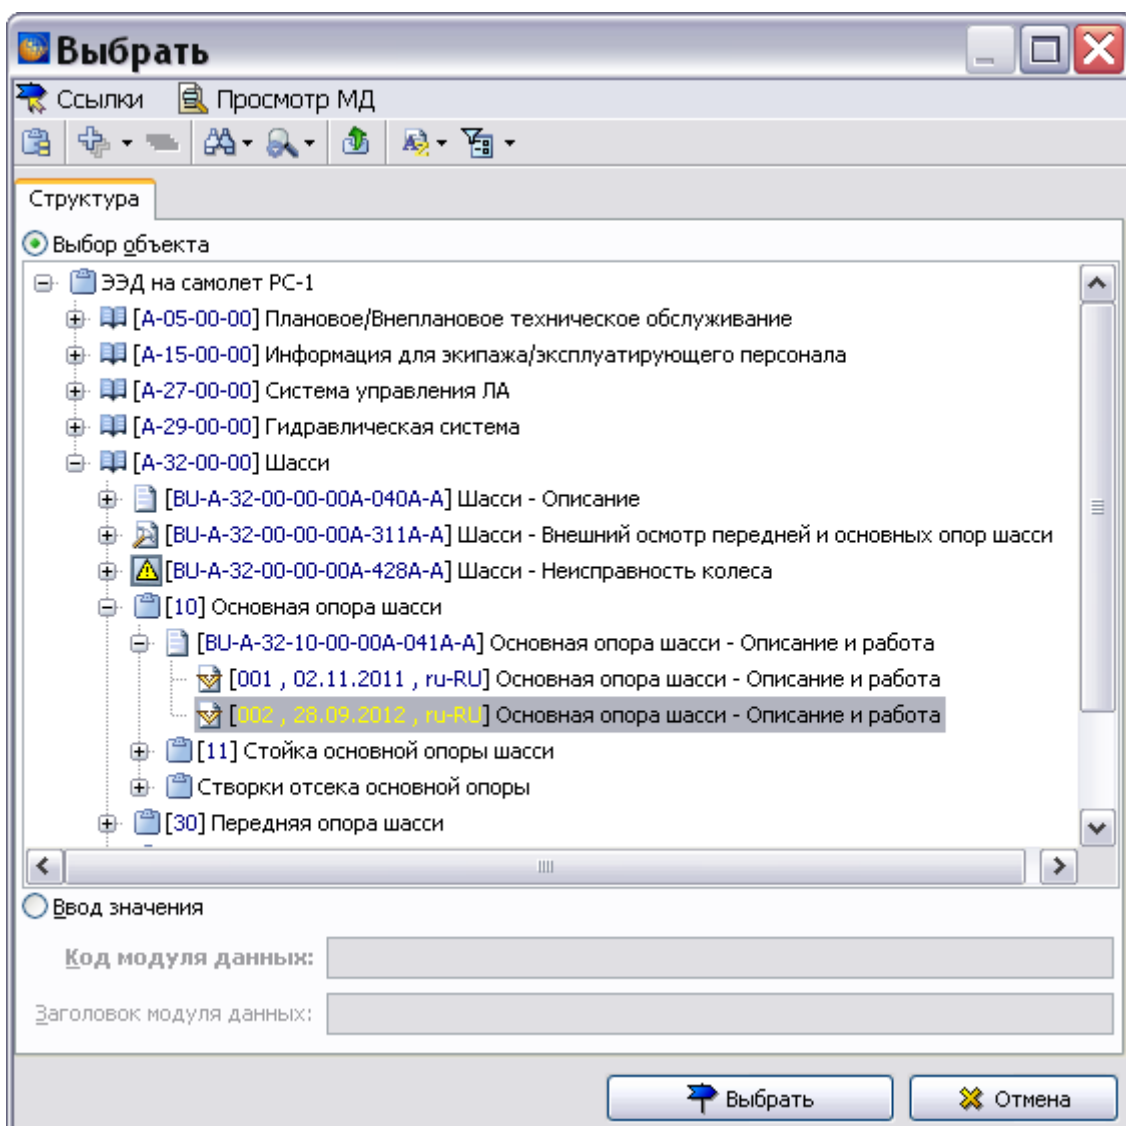
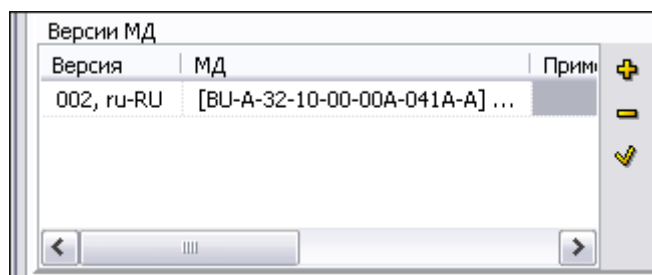

Рис. 20.6
Рис. 20.7
- В окне **Версии МД** добавьте ссылку на версию МД, в которую нужно внести изменения. Для этого нажмите на кнопку **Добавить ссылку на версию МД** . Имеется возможность добавить ссылку на имеющуюся версию МД (при включённой радиокнопке **Выбор объекта**) и на еще не созданную версию МД (при включённой радиокнопке **Ввод значения**). Имеющуюся в проекте версию МД можно выбрать для ссылки в дереве проекта, для еще не созданной версии МД параметры вводятся вручную. В первом случае выделите версию МД в дереве проекта, например «Основная опора шасси – Описание и работа» (Рис. 20.6). Нажмите на кнопку **Выбрать**. После этого в окне **Версии МД** появятся параметры версии МД (Рис. 20.7).